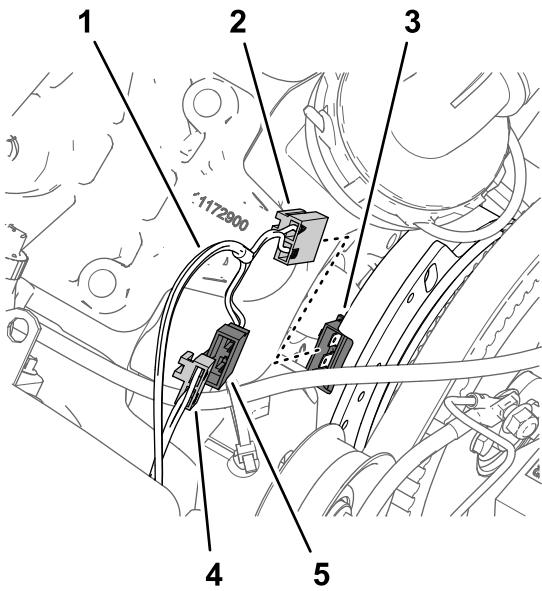

Рисунок 167
2. Подсоедините 2-штыревой разъем ответвления жгута проводов длиной 84 см из комплекта с маркировкой PUMP CLUTCH (муфта насоса) к 2-гнездовому разъему жгута проводов машины с маркировкой SPRAY PUMP COIL (ОБМОТКА НАСОСА ОПРЫСКИВАТЕЛЯ) (Рисунок 167).
3. Подсоедините 2-гнездовой разъем жгута проводов из комплекта с маркировкой PUMP CLUTCH (муфта насоса) к 2-штыревому разъему генератора (Рисунок 167).